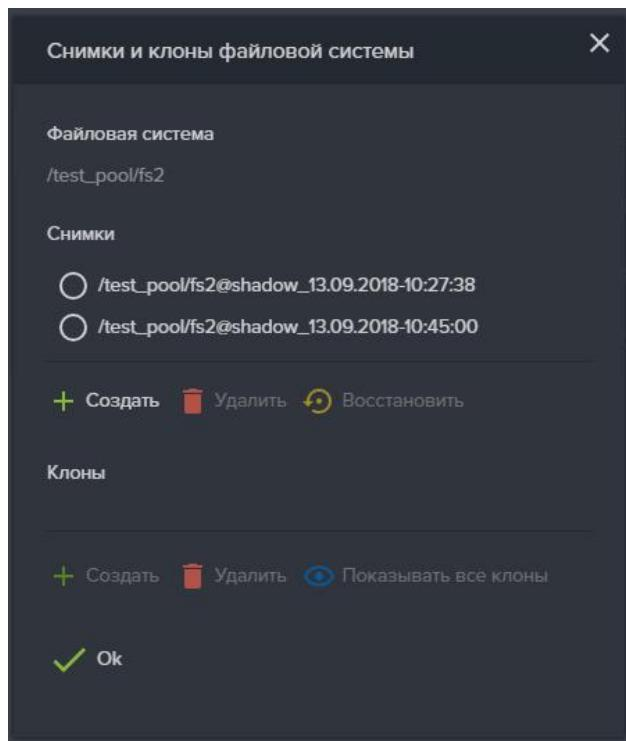

Рисунок 64 – Редактирование SMB папки
4. Нажмите на кнопку «Снимки и клоны», откроется окно «Снимки и клоны файловой системы» (см. Рисунок 64).